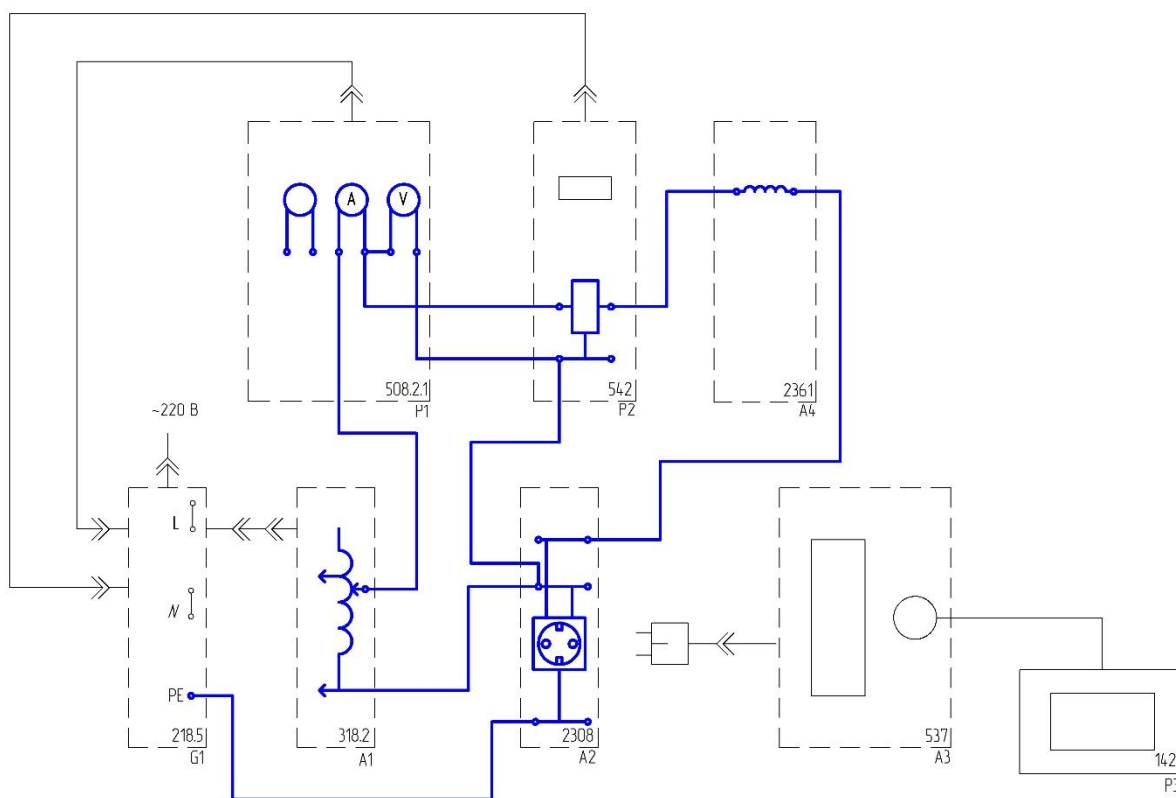

Рис.2.12.
- Соедините аппаратуру в соответствии со схемой электрической соединений, приведенной на рис.2.12.